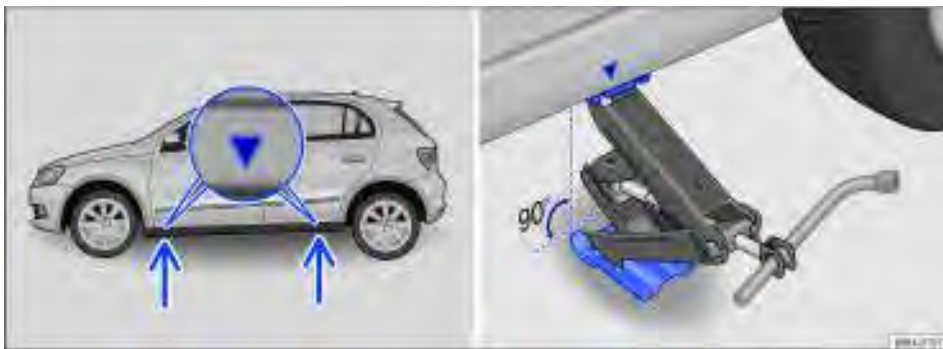

Fig. 161 Pontos de apoio do macaco e macaco posicionado no lado esquerdo traseiro do veículo.
A figura \Rightarrow Fig. 161 ilustra, como exemplo, os pontos de recepção do macaco do modelo Novo Gol 4 portas. O modelo Novo Gol 2 portas segue o mesmo conceito.
O macaco somente pode ser posicionado nos pontos de apoio indicados (marcação na carroceria) \Rightarrow Fig. 161. É válido o ponto de apoio localizado próximo à roda correspondente \Rightarrow .
6. Procurar o ponto de apoio do macaco sob o veículo \Rightarrow Fig. 161, o qual se encontra mais próximo da roda a ser trocada.
8. Garantir que a base do macaco, com toda sua superfície, esteja sobre o chão e que a base se encontre perpendicularmente abaixo do ponto de colocação \Rightarrow Fig. 161.
9. Alinhar o macaco e, simultaneamente, levantar a garra do macaco até ela se encaixar na travessa debaixo do veículo \Rightarrow Fig. 161.
- Posicionar o macaco somente nos pontos indicados. A garra do macaco deve se encaixar no perfil da longarina de forma segura ⇒ Fig. 161.